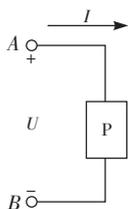

图 1-27 简答题 2 电路图
2. 在图 1-27 所示电路中，已知  $U = -10\text{ V}$ ， $I = 2\text{ A}$ ，试问  $A$ 、 $B$  两点哪点电位高？元件  $P$  是电源还是负载？